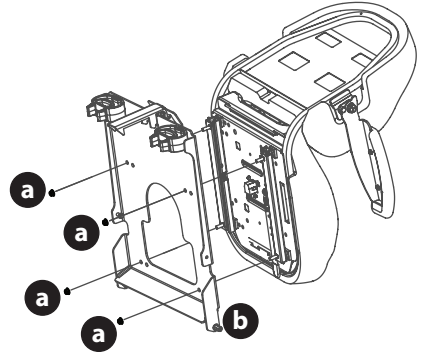

Figure 7
- Fixez le siège au support du siège (b) avec les écrous autobloquants à bride (a) (Figure 7).